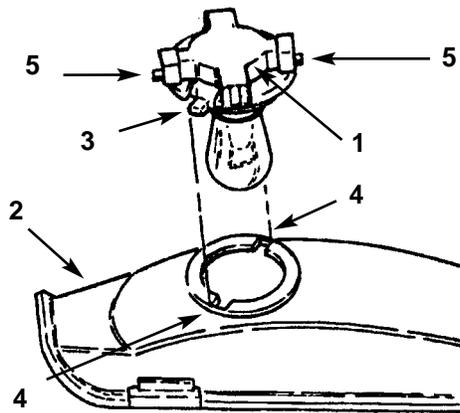

Fig. 36
3. Girate il portalampada di 1/4 di giro in senso antiorario, e toglietelo dal riflettore (Fig. 36).
4. Spingete la lampada e fatela girare in senso antiorario fin quando si ferma (circa 1/4 di giro), quindi toglietela dal portalampada (Fig. 36).
2. Il portalampada è provvisto di due guide (Fig. 36). Allineate le alette con le guide nel riflettore, inserite il portalampada nel riflettore e giratelo di 1/4 di giro in senso orario, fin quando non si ferma.